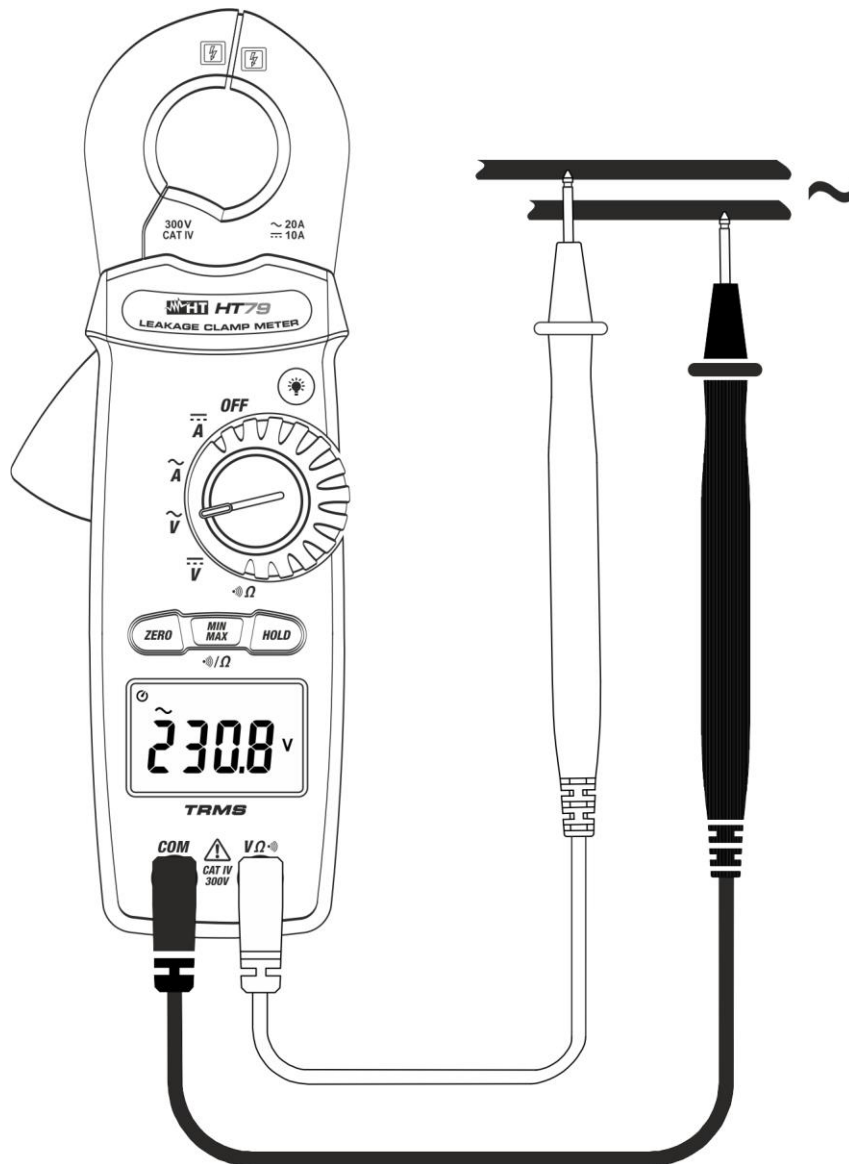

Fig. 5: Uso dello strumento per misura di Tensione AC
3. Posizionare i puntali nei punti desiderati del circuito in esame (vedere Fig. 5). Il valore della tensione è mostrato a display